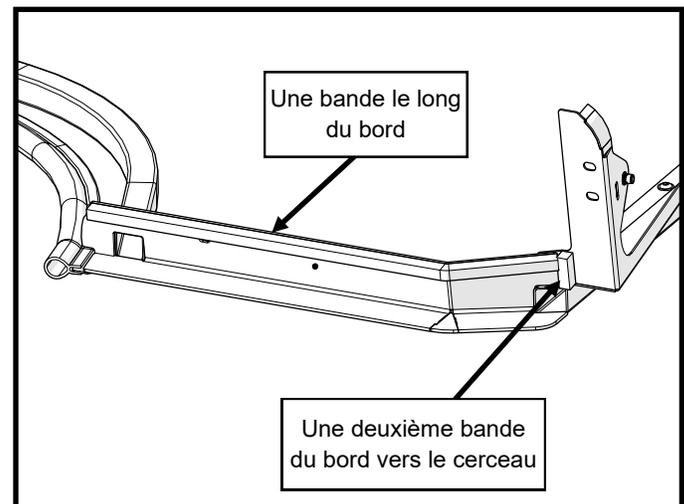

Figure 27 : Installation du joint d'étanchéité en mousse
(1) écrou à bride de 5/16-18 po
27. Localisez le cadre latéral gauche et installez le joint en mousse fourni le long du fond du plancher, comme illustré à la figure 27.